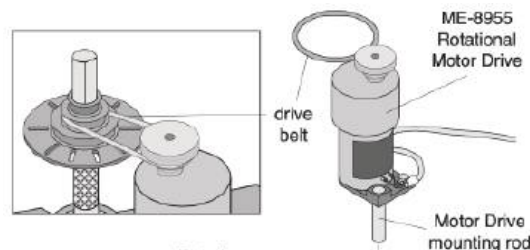

Figura 36: Colocación de correa de transmisión.
- Pasar la correa de transmisión alrededor de la polea vertical de la plataforma giratoria y una de las tres poleas del motor, tal como se muestra en la Figura 36.